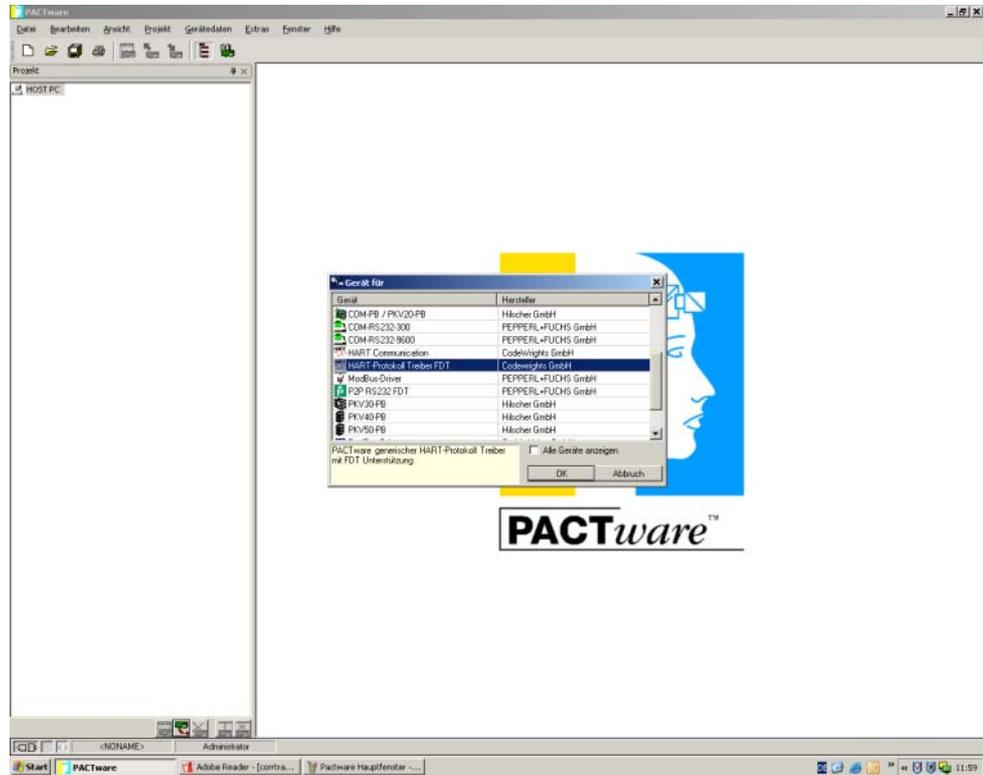

Bild 5.2 HART-Protokoll Treiber FDT wählen
- ▶ Markieren Sie im Fenster **Gerätekatalog** „HART-Protokoll Treiber FDT“, siehe Bild 5.2.